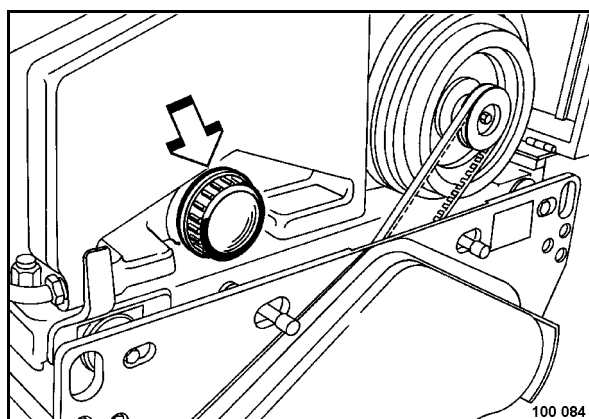

Fig. 86
- Desenroscar la tapa para evacuar el agua (Fig. 86).